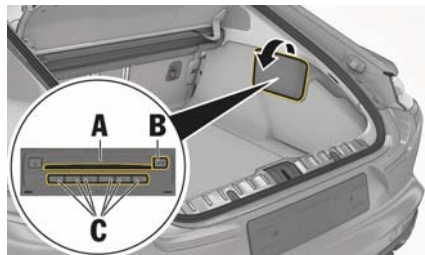

図 147 : DVD チェンジャー
1. CD/DVDロード・ボタンB (図 147) を押してください。